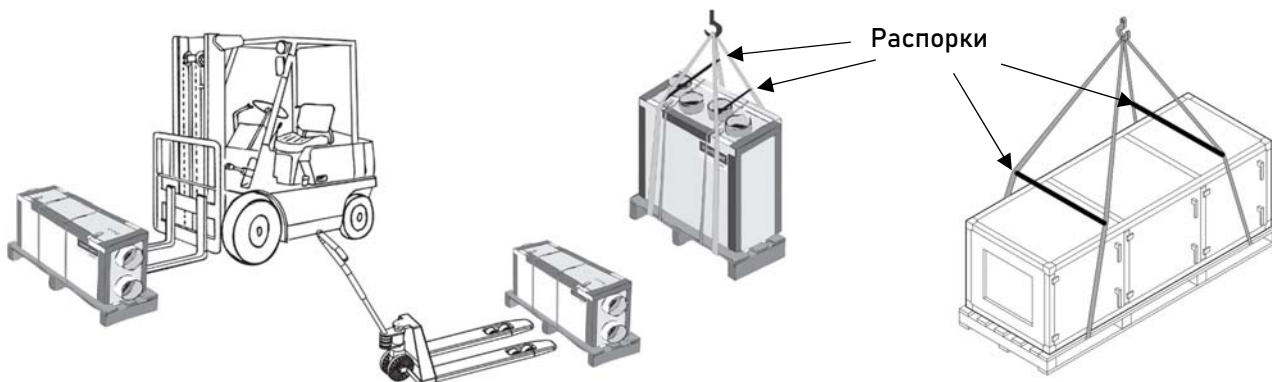

Рисунок 4 – Варианты транспортировки установки
4.1.7 При проведении погрузочно-разгрузочных работ используйте автопогрузчик, гидравлическую тележку или кран (Рисунок 4).
4.1.8 ЗАПРЕЩАЕТСЯ при подъёме установки при помощи крана опирать стропы на края установки. Необходимо использовать распорки (Рисунок 4).